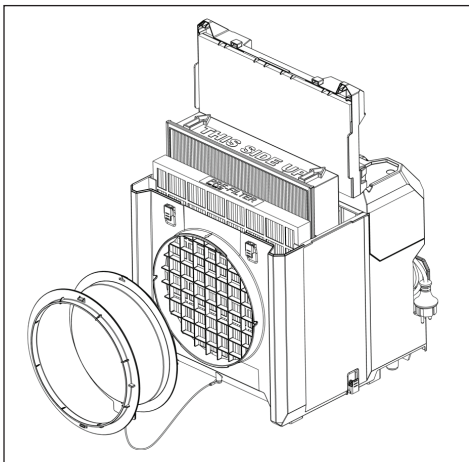

Fig. 5: De filters vervangen
- ▶ Plaats een nieuw voorfilter of hoofdfilter zoals getoond in Fig. 5.